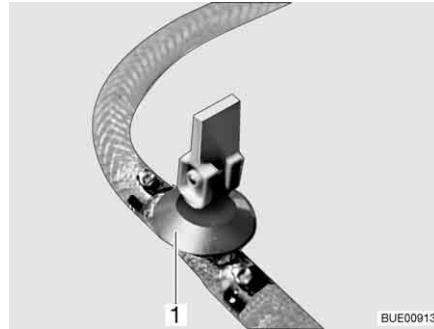
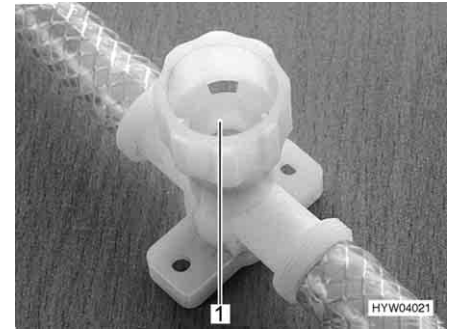

Fig. 210 Rubinetto di scarico (con leva a bilancere)
Fig. 211 Rubinetto di scarico (con tappo a vite)
- Chiudere tutti i rubinetti di scarico. Mettere la leva a bilanciere del rubinetto di scarico (Fig. 210,1) orizzontale o chiudere il coperchio del rubinetto di scarico (Fig. 211,1) in senso orario.